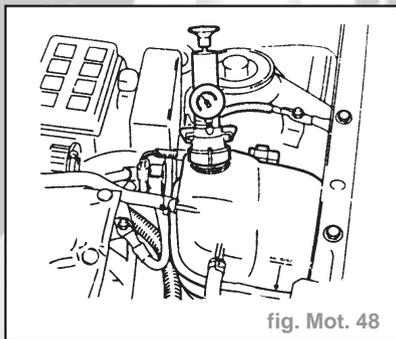

fig. Mot. 48
- Visser l'adaptateur **KM-471** et l'appareil de contrôle de refroidissement sur le vase d'expansion de liquide de refroidissement (respecter les instructions du constructeur) (fig. Mot. 48).